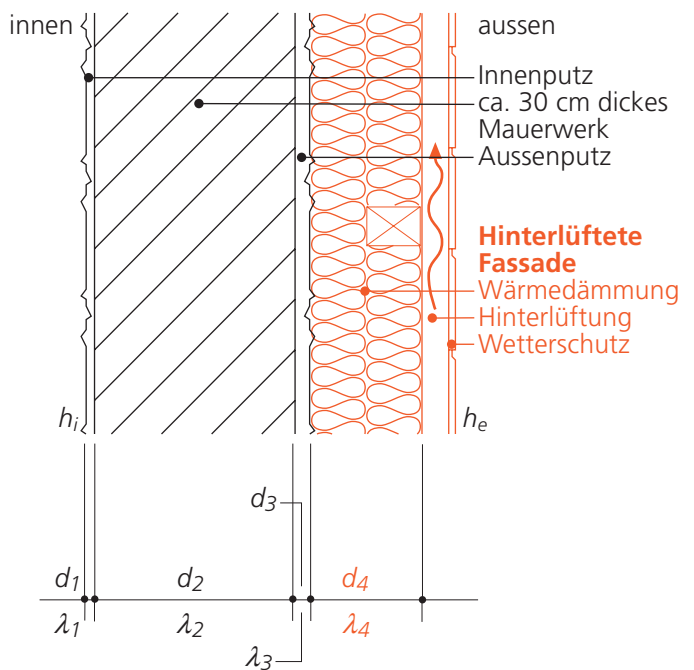

Bild 8
- **Bei hinterlüfteten Fassaden (Bild 8) und Dächern** kann zwischen Wärmedämmung und Wetterschutz der Wärmedurchlasswiderstand der Luftschicht und aller anderen Schichten zwischen Luftschicht und Aussenumgebung vernachlässigt werden. Der äussere Wärmeübergangswiderstand h_e wird gleich dem inneren Wärmeübergangswiderstand h_i des selben Bauteils gleichgesetzt.